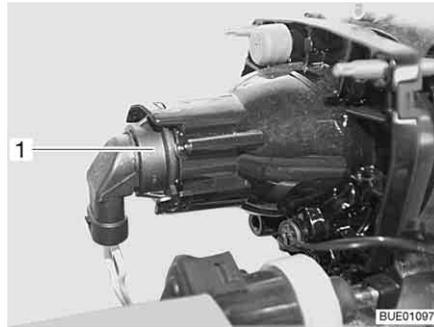

Bild 259 Abblendlicht/Fernlicht/Standlicht
- Hinter den Lampenhalter (Bild 259,1) greifen.